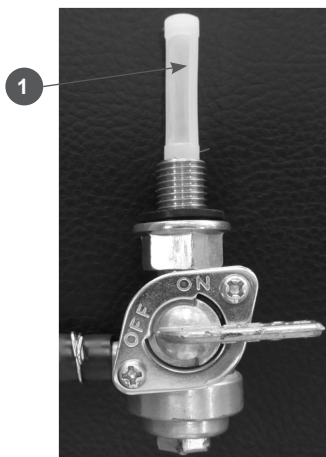

Рис.13
Фильтр топливный (1) Рис.13 съемный, капроновый, устанавливается в топливном кране. Рекомендуется не реже одного раза в течение 300 отработанных часов производить очистку топливного фильтра. Поврежденный фильтр необходимо заменить. Одновременно с очисткой топливного фильтра необходимо промыть и очистить топливный бак от грязи и конденсата.